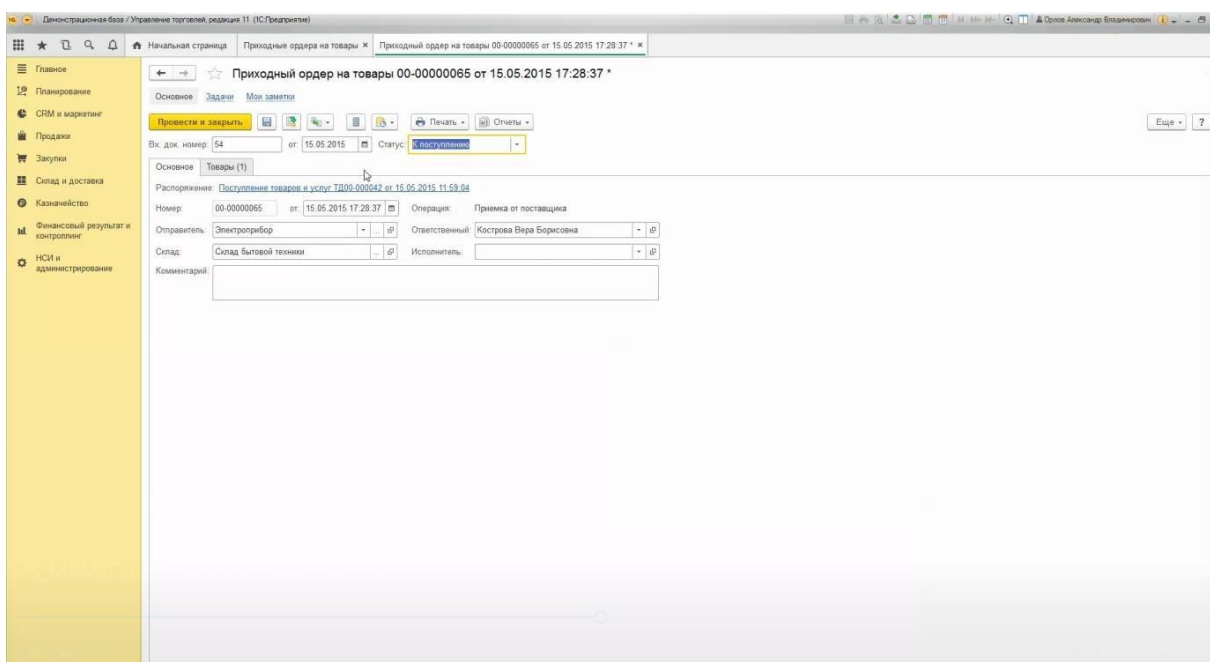

Рисунок 27
- параметры **«Склад»**, **«Помещение»** и **«Исполнитель»** задаются для дополнительной фильтрации между исполнителями заданий. Их присылает приложение. (Рис. 27).